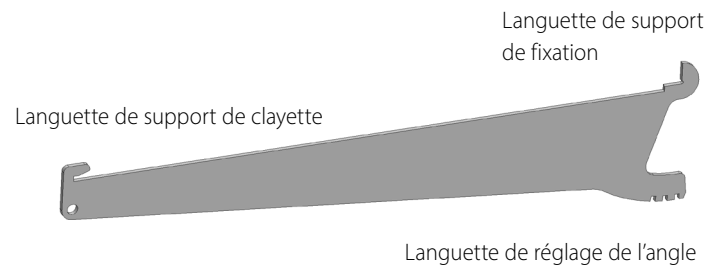

Fig. 5. Identification de la languette de fixation de support de clayette.
1. Localisez les fixations de support de clayette. Voir fig. 5.
2. Faites coulisser la languette de support de fixation dans la crémaillère. Voir les fig. 5 - 7.